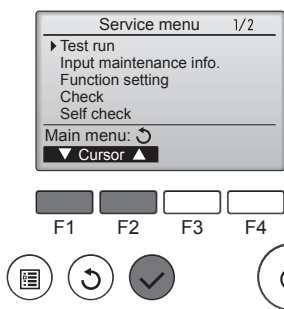

Fig. 7-3
- ③ Selecciona "Test run" (Testar funcio.) com o botão [F1] ou [F2] e prima o botão [OK]. (Fig. 7-3)